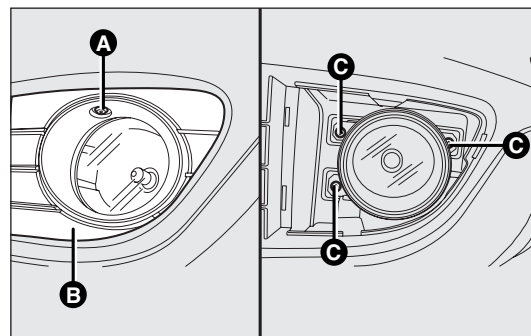

fig. 144
- dévisser la vis A-fig.144 et extraire la masque de protection B ;